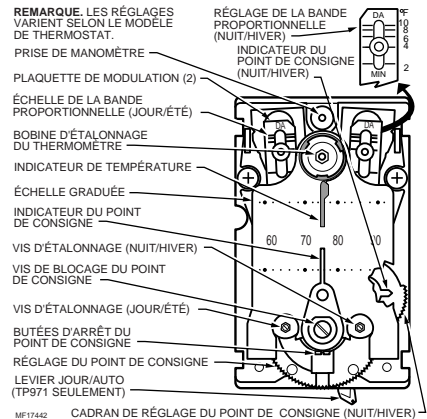

Fig. 8. Boutons de commande et indicateurs des TP971 et TP972, vu du devant sans couvercle.
1. Retirer le couvercle et installer un manomètre de 0 à 30 psi (0 à 210 kPa) dans la prise de manomètre (Fig. 8).
1. Dévisser la vis de blocage du point de consigne (Fig. 8).
2. Insérer le manomètre dans la prise de manomètre en utilisant l'adaptateur de manomètre (Fig. 8). Si les résultats des étapes 3 et 5 sont inexacts, passer à la section Étalonnage de l'inversion.
2. Augmenter tranquillement le réglage du point de consigne (Fig. 8).
2. Réduire tranquillement le réglage du point de consigne (Fig. 8).
3. Avec une pression d'air de jour à la canalisation principale de 13 psi (90 kPa), faire tourner la vis d'étalonnage de jour (à gauche) (Fig. 8) jusqu'à ce que le manomètre indique 0 psi (0 kPa).
3. Avec une pression d'air (ÉTÉ) à la canalisation principale de 13 psi (90 kPa), faire tourner la vis d'étalonnage de gauche (ÉTÉ) (Fig. 8) jusqu'à ce que le manomètre indique 0 psi (0 kPa).
**REMARQUE** : Si le thermostat comporte un deuxième cadran de réglage du point de consigne (Fig. 8), il faut qu'il soit réglé à la température indiquée avant qu'on ne retourne aux étapes 3 et 4.